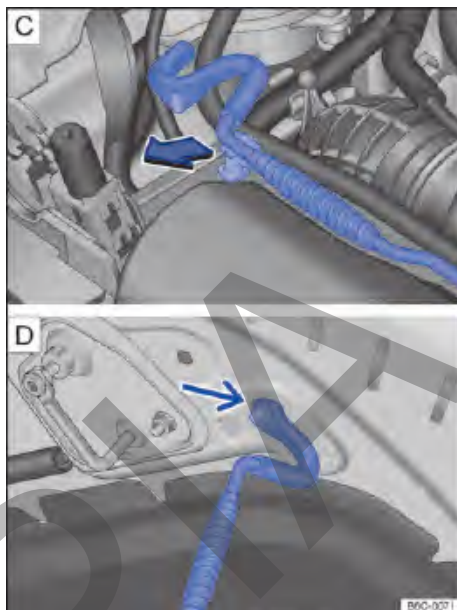

Fig. 220 [C] Varilla de sujeción de la tapa del compartimento del motor. [D] Tapa del compartimento del motor apoyada en la varilla de sujeción.
- Retirar la varilla de sujeción del soporte en el sentido de la flecha → fig. 220 [C] y colocarla en la abertura de la tapa del compartimento del motor → fig. 220 [D].
- Retirar la varilla de sujeción del orificio → fig. 220  y encajarla en el soporte del cierre → fig. 220 .